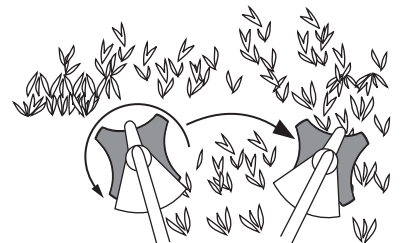

Fig. 24
- Mueva la unidad de su izquierda a derecha hacia el material que va a cortar (Fig. 24).